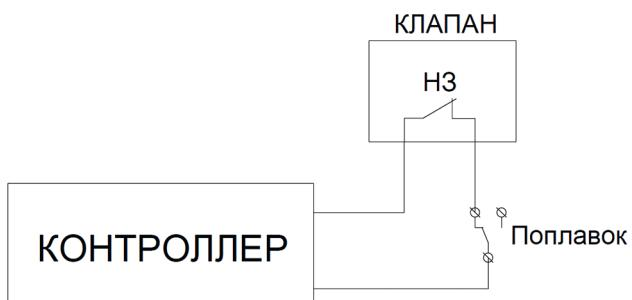

Рис.1
- Подключить клапан в разрыв поплавкового выключателя, тем самым при промывке напорного фильтра СОО будет думать, что ёмкость заполнилась, но в таком случае СОО тоже уйдет в промывку (длительность промывки ~30сек). Если на напорном фильтре установлен клапан Clack без отсечного клапана, то на СОО пойдет неочищенная вода, что в некоторых случаях необходимо/допустимо. Если отсечной клапан установлен или используется клапан Runxin, то, скорее всего, СОО уйдет в ошибку по сухому ходу. При подключении по схеме (рис.1) внутренний счетчик наработанных часов будет обнуляться.